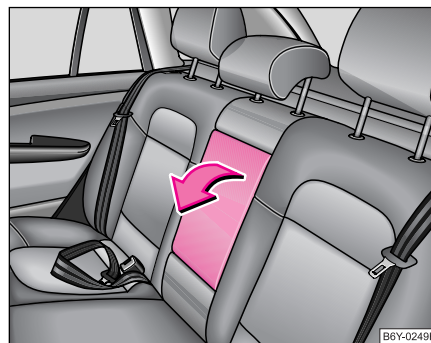

Fig. 82 Asientos traseros: Apoyabrazos
- El apoyabrazos lo puede abatir hacia abajo para un aumento del confort ⇒ fig. 82.